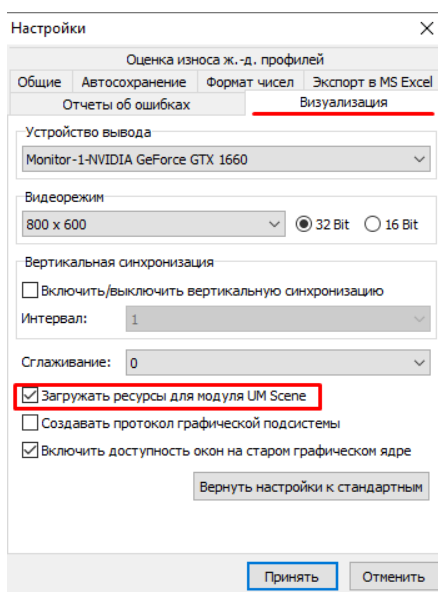

Рис. 2. Настройка визуализации
3. В **UM Simulation** перейдите на вкладку **Инструменты | Настройки** или нажмите горячую клавишу **F10**. В появившемся окне **Настройки** перейдите на вкладку **Визуализация**, установите галочку **Загружать ресурсы для модуля Scene** и нажмите кнопку **Принять**, см. рис. 2. Для дальнейшей работы программу **UM Simulation** требуется перезапустить.